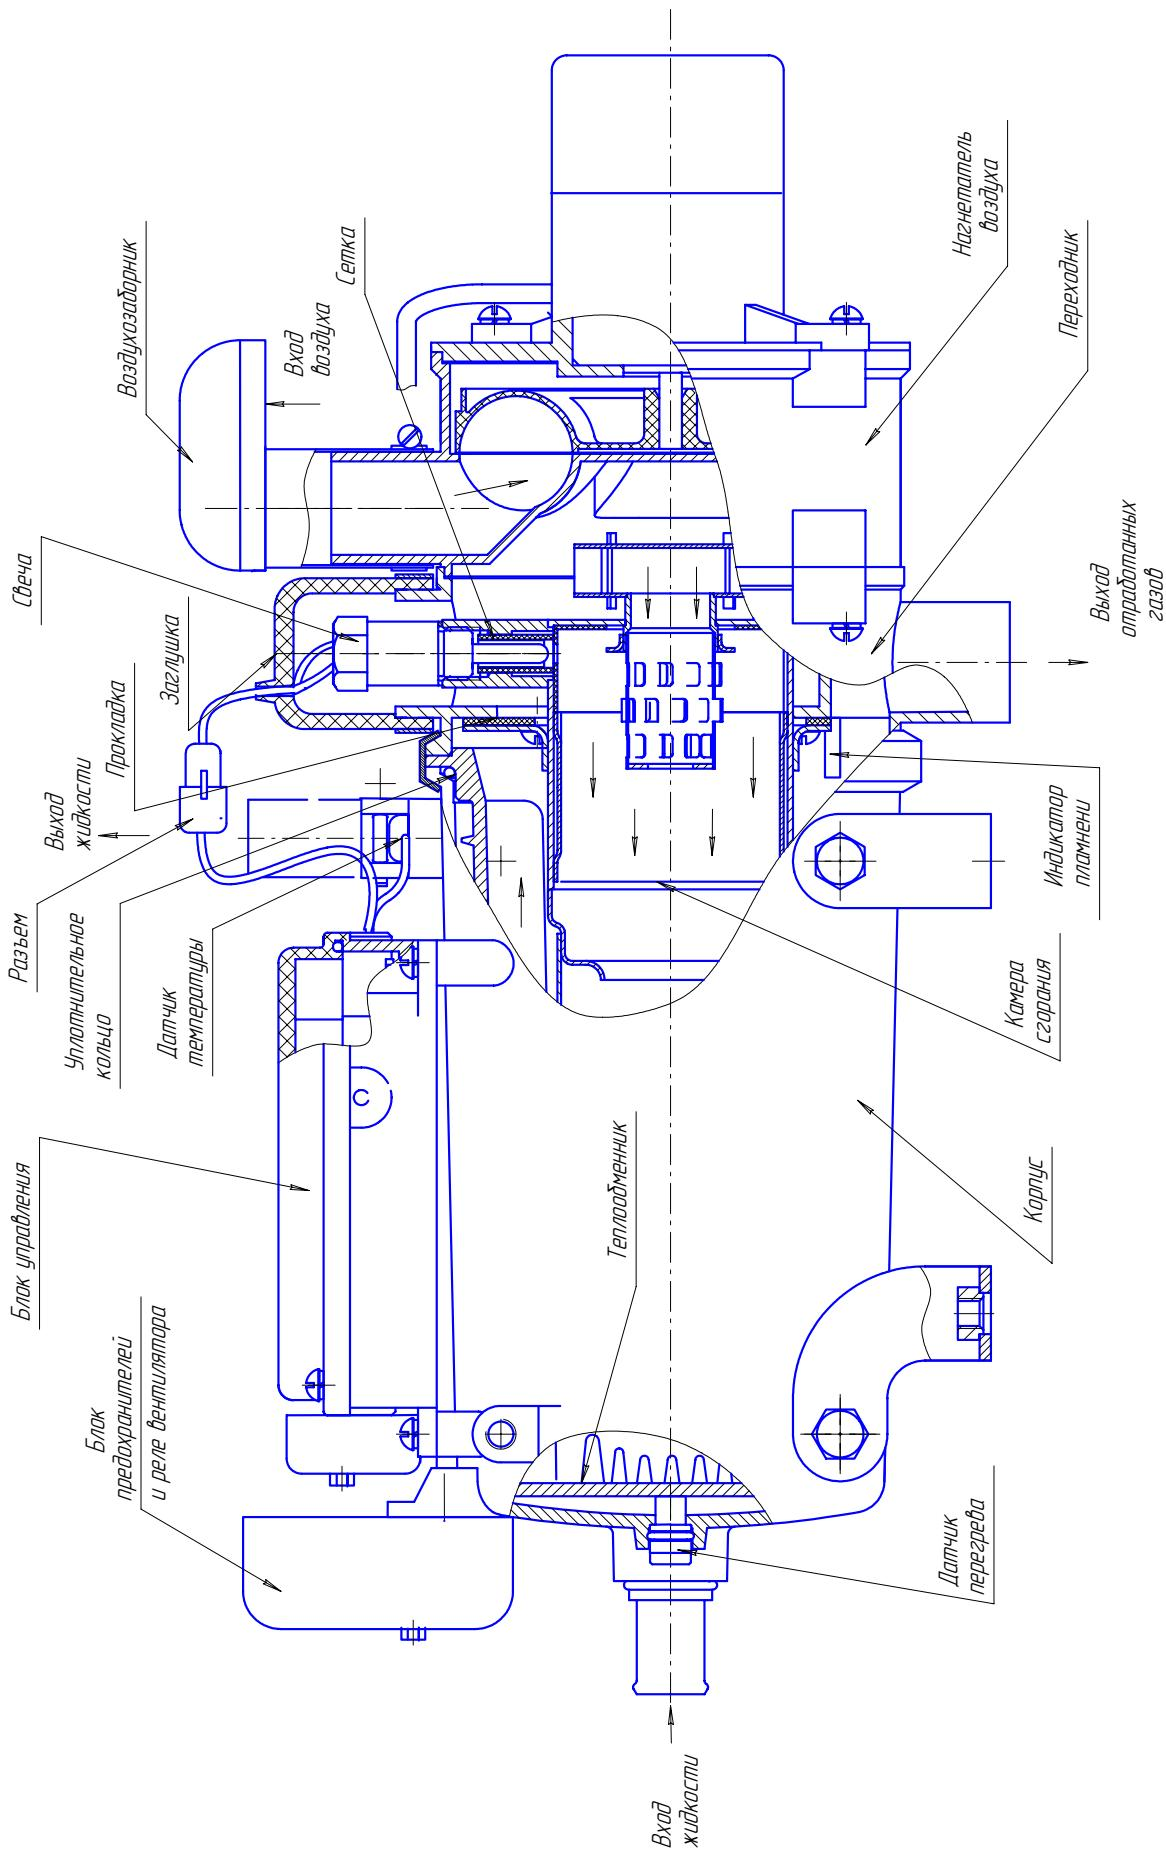

Рис. 4 –Основные узлы нагревателя
- нагреватель (основные узлы нагревателя показаны на рис. 4);